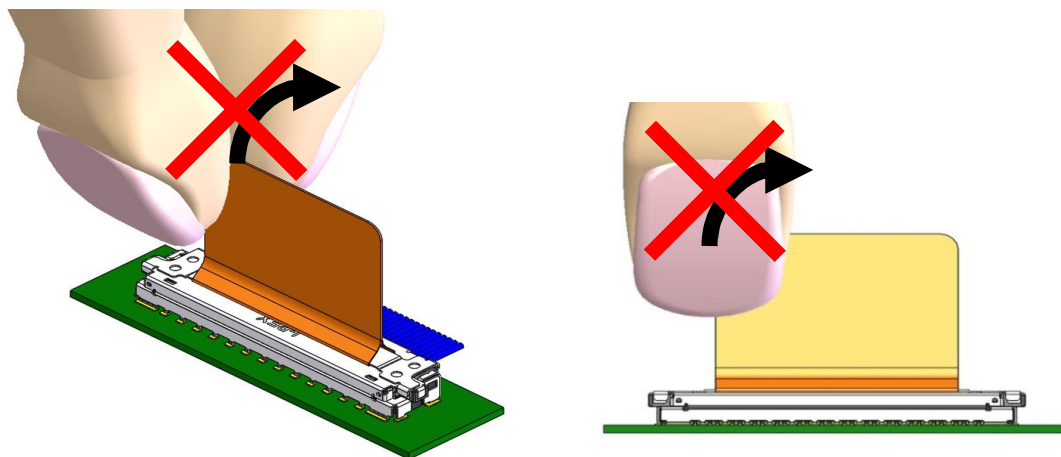
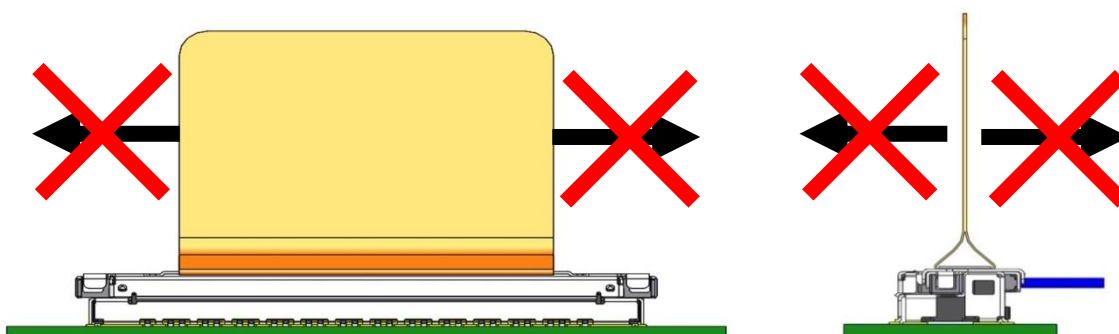

Fig.27 PULL TAPE 片端掴み
Fig.28 PULL TAPE 引張方向
- ・Fig.27 のように PULL TAPE の片端を掴んで回転抜去をしないでください。また Fig.28 のような方向に PULL TAPE を引張らないでください。PULL TAPE が切れたり、SHELL-A、PULL TAPE HOLDER の変形などが発生する原因となりますので、抜去時は PULL TAPE の中心を掴んで基板に対し垂直に抜去してください。